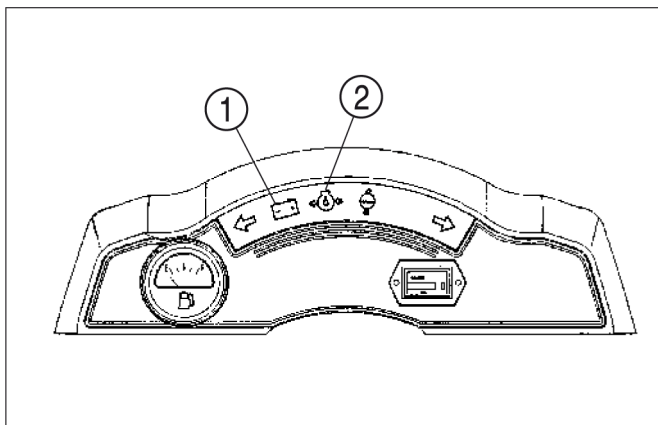

FIG. 31
**Abb. 31:** Die Ladekontrollleuchte (1) und die Motorölanzeige (2) auf der Anzeigeleuchtenleiste sollten ausgehen, wenn der Motor startet. **DEN MOTOR SOFORT STOPPEN** und die Ursache des Problems suchen, falls eine der Leuchten weiter brennt.